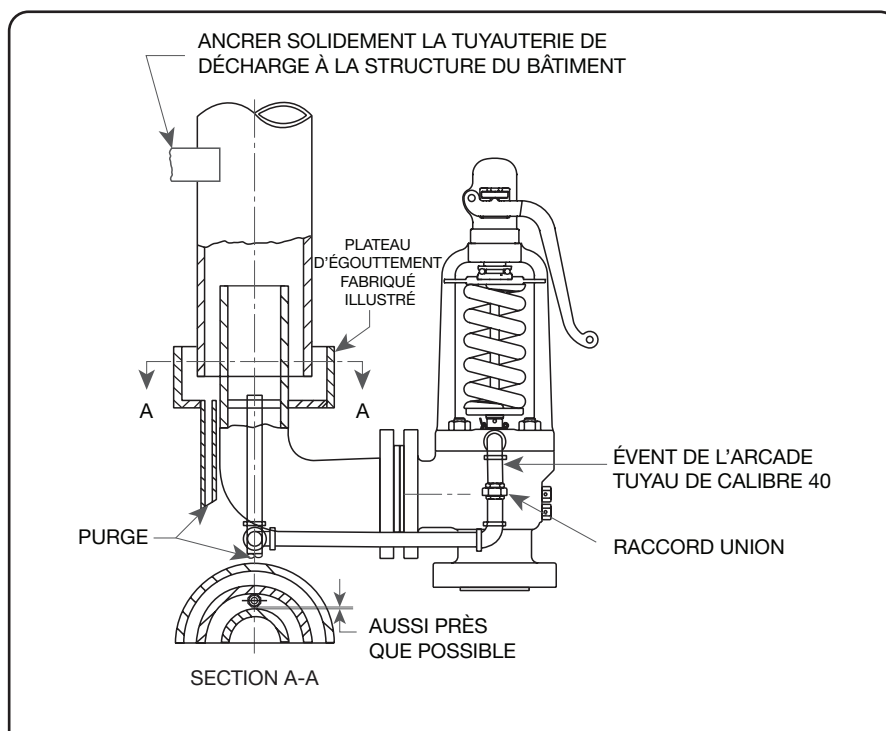

Figure 5 : Installation de la soupape
1. L'angle en aval de l'orifice d'entrée de l'injecteur du collecteur doit être arrondi à une valeur qui ne doit pas être inférieure de 6,35 mm par rapport au diamètre d'ouverture. (voir Figure 5).
- Dans le cas où la configuration d'une tuyauterie ne permet pas de respecter les deux recommandations ci-dessus, l'angle en aval de l'orifice d'entrée de l'injecteur du collecteur doit être arrondi à une valeur supérieure à celle de l'angle en amont. L'entrée de l'injecteur du collecteur doit être arrondie de façon à ce que le rayon au niveau de l'angle en aval soit égal au minimum à un quart du diamètre de l'injecteur. Le rayon doit être réduit graduellement, en laissant uniquement une petite partie de l'angle en amont avec un rayon plus petit. (voir Figure 5).